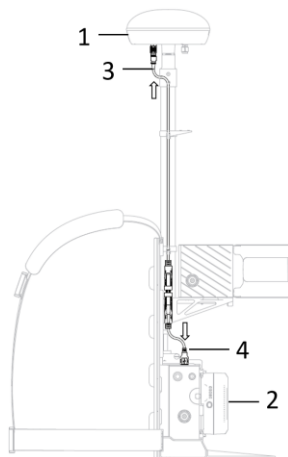

图 2-6 接收机电缆连接
下图 2-6 中示出，GNSS 接收机①的电缆接口与采集端②的 USB 接口通过「航空头 DP 9 (9 芯) 头③」电缆通过「DP 9 母头 USB 3.0 头④」电缆进行连接。图 2-6 接收机电缆连接